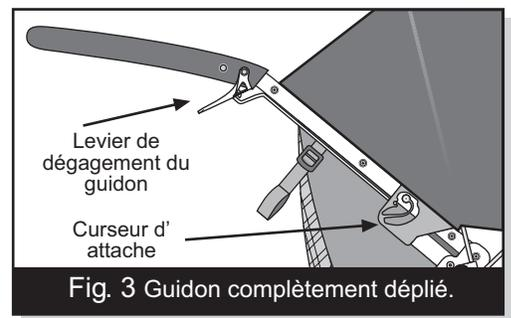
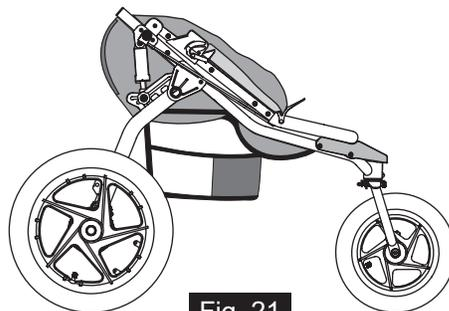
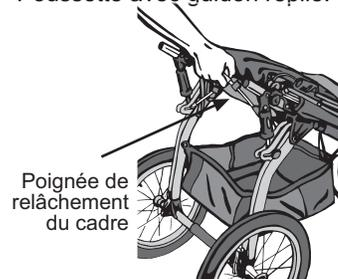
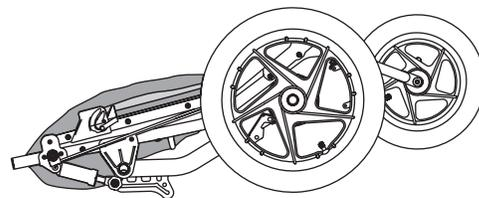

Fig. 3 Guidon complètement déplié.
Fig. 21
Fig. 22
Fig. 23
3. LE GUIDON : Faites tourner le guidon de la poussette jusqu'en position d'ouverture totale. Assurez-vous que les curseurs d'attache se verrouillent automatiquement, tel qu'illustré à la figure 3.
14. LE PLIAGE : Sortez l'enfant de la poussette. Débarrassez le filet situé en dessous de la poussette de son contenu, faites de même avec les poches arrière et latérales. Les amortisseurs doivent être en position 1 (Fig. 2) avant de plier la poussette. Appuyez sur les leviers gauche et droit de dégagement du guidon (Fig. 3) et pliez le guidon vers l'avant tel qu'illustré à la Fig. 21. Agrippez la poignée de relâchement du cadre (matériau mousse rouge) sous le siège (Fig. 22) et tirez d'un coup sec vers le haut. Cela permettra au cadre inférieur de se replier, tel qu'illustré à la Fig. 23. La poussette ainsi pliée pourra être rendue encore plus compacte si vous ôtez ses roues avant et arrière. La roue avant se démonte en ouvrant le système de démontage rapide de la roue avant et en retirant la roue (voir section 5). Les roues arrière se démontent en desserrant le frein de stationnement (voir section 8), en ouvrant ensuite le système de démontage et en enlevant chaque roue en la tirant de côté.